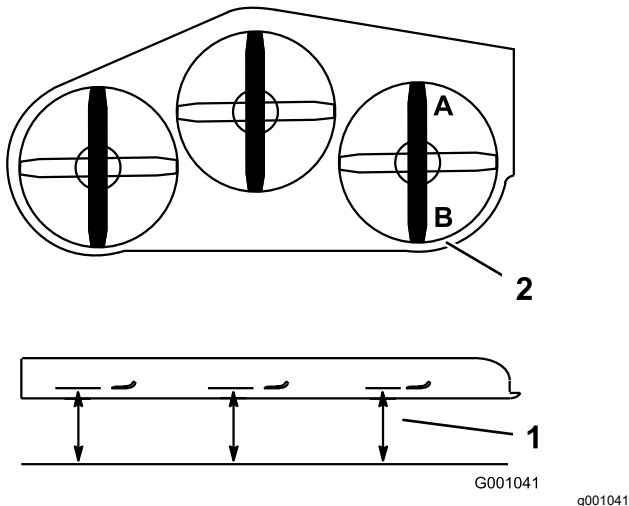

Figure 112
1. Tournez la lame **droite** dans le sens longitudinal (Figure 112).
2. Mesurez la distance au point **A** entre la surface plane et le tranchant de la pointe de la lame droite (Figure 112).
4. Mesurez la distance au point **B** entre la surface plane et le tranchant de la pointe de la lame droite (Figure 112).
6. La lame doit être plus basse de 6 à 10 mm au point **A** qu'au point **B** (Figure 112). Si ce n'est pas le cas, passez aux opérations suivantes.